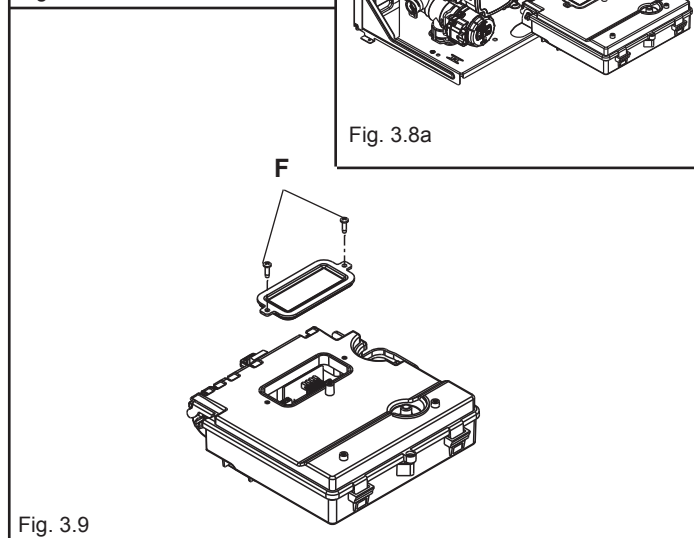

Fig. 3.9
- svitare le viti di fissaggio (F) per rimuovere il coperchio morsetteria (fig. 3.9)